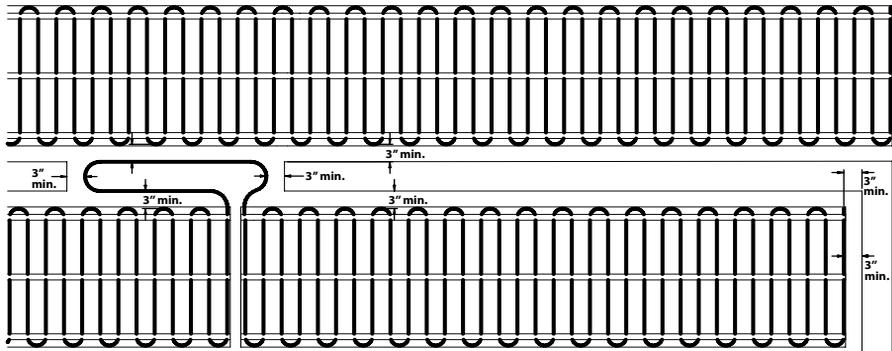

Figure 17
- Lorsque deux pièces adjacentes sont chauffées par un câble chauffant, il est recommandé de couvrir l'aire de circulation entre ces pièces afin d'éviter les zones froides. Pour ce faire, couper le treillis et retirer le câble du treillis sur une certaine longueur afin de couvrir l'aire de circulation (figure 17). Utiliser les ciseaux pour couper le treillis (attention de ne pas endommager le câble) et utiliser des morceaux de treillis pour fixer le câble lousse au sol.